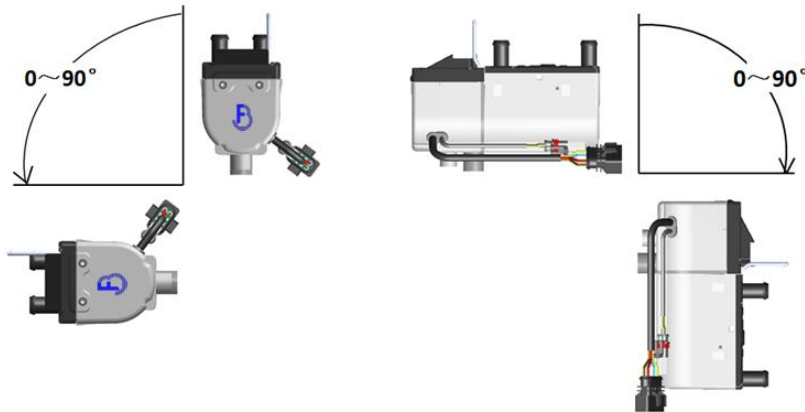

图 2
4. 加热器主机的安装角度。允许主机进、出水口竖直朝上。除此条件外，主机必须满足出水口高于进水口的原则。如图 2 所示。